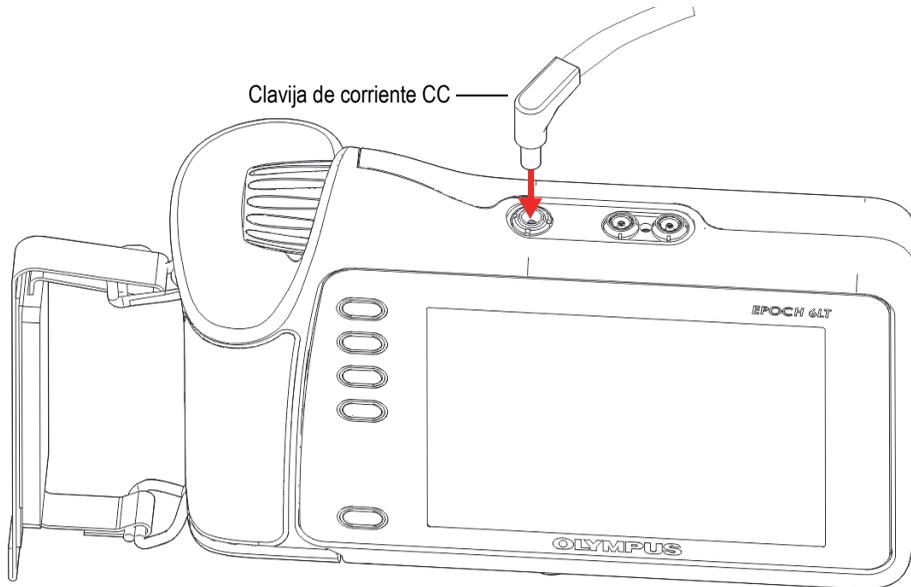

Figura 3-1 Conexión de la clavija de corriente CC
1. Conecte la clavija de corriente CC en el conector del cargador/adaptador de CA que se encuentra en el equipo. Vea la Figura 3-1 en la página 42.